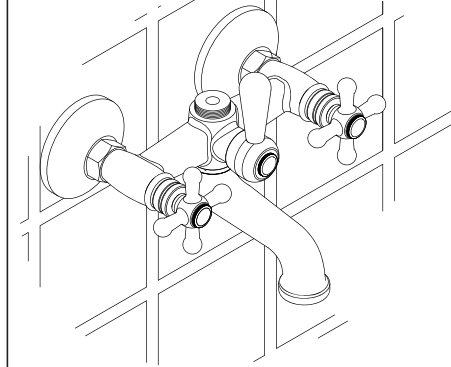

Fig. 07
• Roscar el inversor a la parte superior del grifo, colocando previamente la junta de estanqueidad (Fig.07)
• Thread the diverter to the upper part of the faucet, previously install the gasket (Fig. 07)
• Visser le distributeur à la partie supérieure du robinet, en plaçant d'abord le joint d'étanchéité (Fig.07)